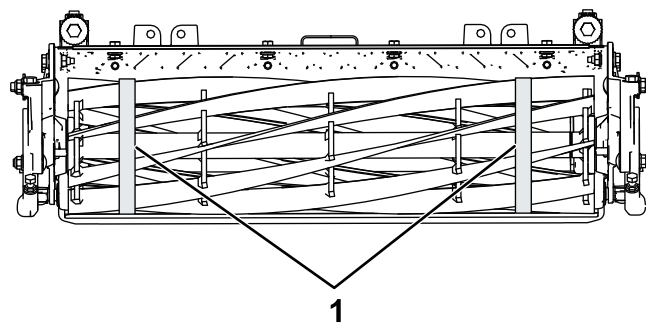

図 35
3. リール外径測定用テープを使用して、リールの左右両端での直径を測定する 図 35 左右の測定値の差が 0.250 mm 未満であれば適正とする。差がこれよりも大きい場合には、研磨を行って真の円筒に戻す。